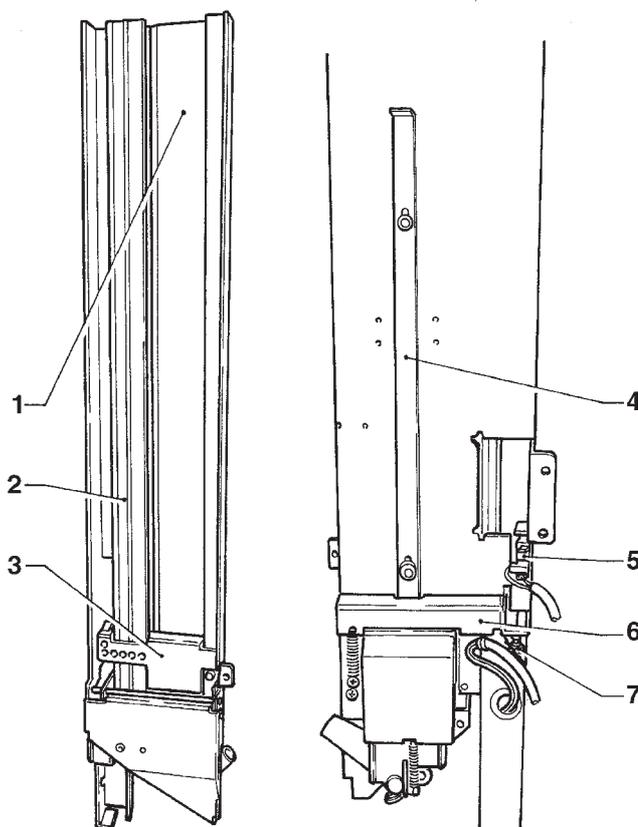

Fig. 9
- togliere, sfilandoli dall'alto, i pesetti palette esterno e interno (vedi fig. 9);